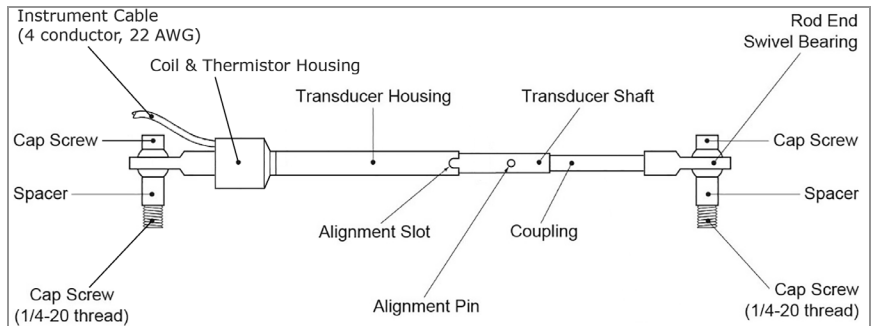

FIGURA 1: Medidor de grietas de cuerda vibrante Modelo 4420
Para medidores de grietas con un alcance de 100 mm (4 pulgadas) o menos, el eje está asegurado por un pasador colocado con cinta adhesiva (vea la Figura 1).
- Sujete el medidor de grietas en esta posición mientras se mide la distancia entre los tornillos con cabeza (colocados dentro de los soportes giratorios, vea la Figura 1).